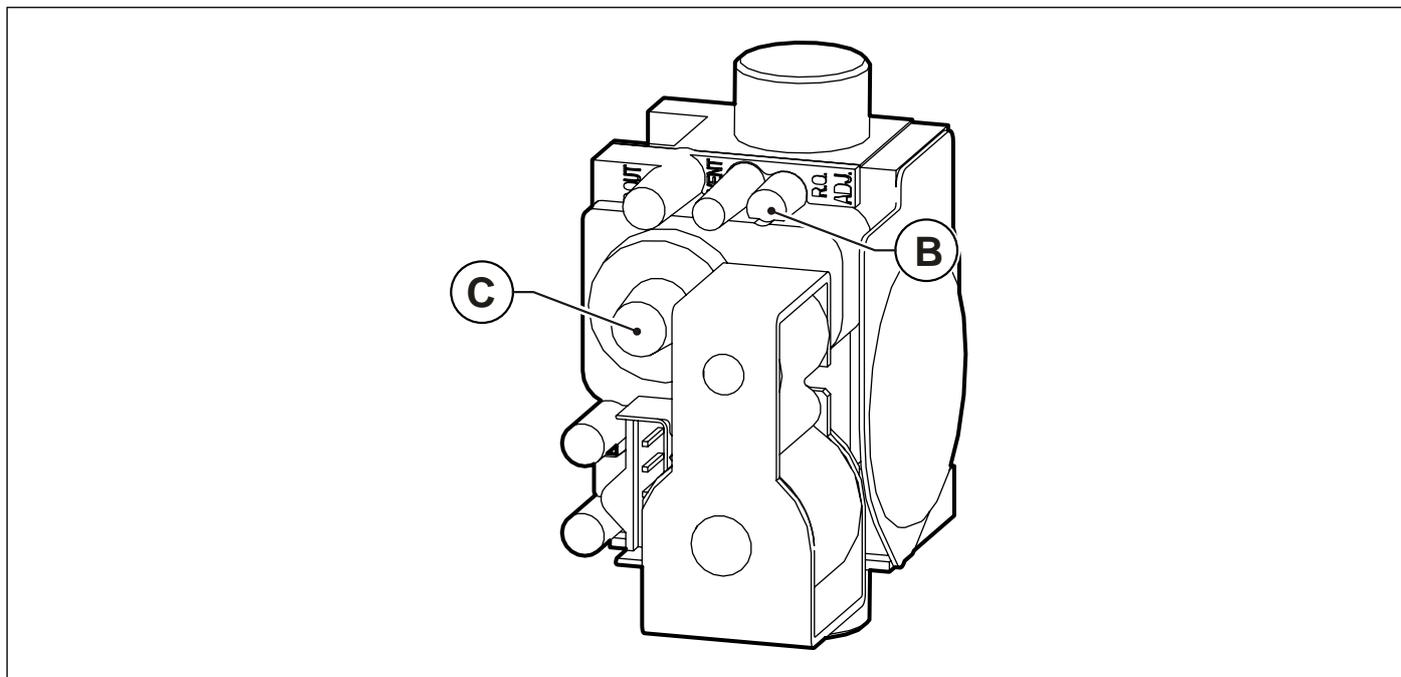

Fig. 39 Regolazione valore anidride carbonica
- Regolare il valore dell'anidride carbonica (CO₂) nei fumi ruotando il regolatore di rapporto **B** (vedi Fig. 39 Regolazione valore anidride carbonica) e assicurarsi che rientri nei limiti della Tab. 28 Valori di CO₂ nei fumi. Lasciare la caldaia in modalità spazzacamino e portarsi al passo successivo di regolazione alla potenza minima.
- Regolare il valore dell'anidride carbonica (CO₂) nei fumi ruotando il regolatore di offset **C** (vedi Fig. 39 Regolazione valore anidride carbonica) e assicurarsi che rientri nei limiti della Tab. 28 Valori di CO₂ nei fumi.